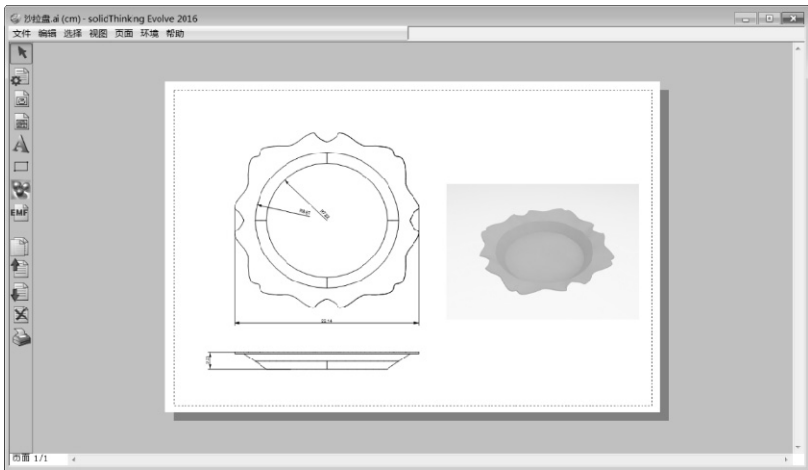

图 5-171 将快照图片插入到尺寸图中
12) 插入快照图片后，可进一步调整图片的大小和位置，如图 5-171 所示。